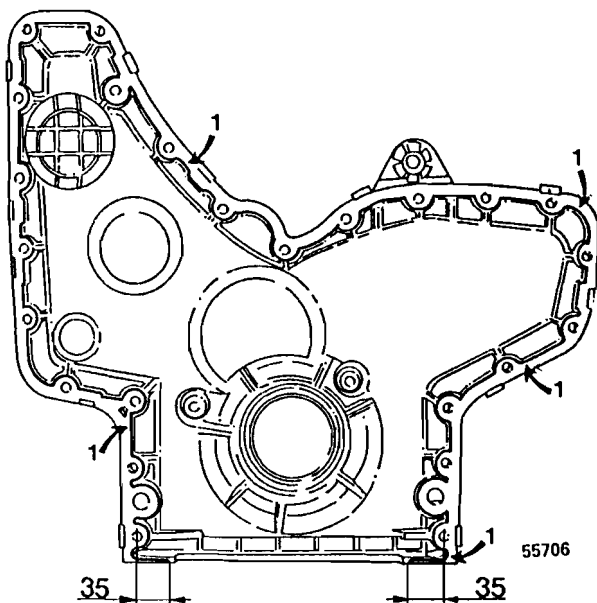

Fig. 180
- 31 Aplicar un nuevo cordón uniforme de 2 mm de sellador en la tapa de la distribución, ver fig. 180.